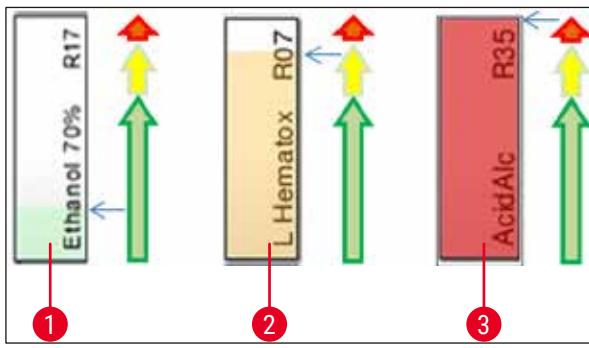

図72
- ・背景色(→「図72」)
- 背景色は試薬使用状態を示します(→「図72」)。消費量が増加するにつれて、カラーバーが下から上へと次第に伸び、消費状況に応じて色も変化します。